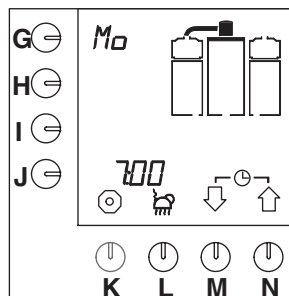

Fig. 13 Exemple jour et heure
- Le jour et l'heure s'affichent un instant sur l'écran de contrôle (fig.13).
- Le jour et l'heure s'affichent sur l'écran de contrôle (fig.13).